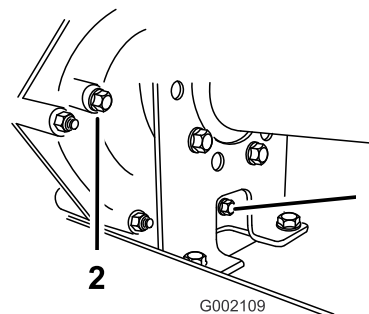
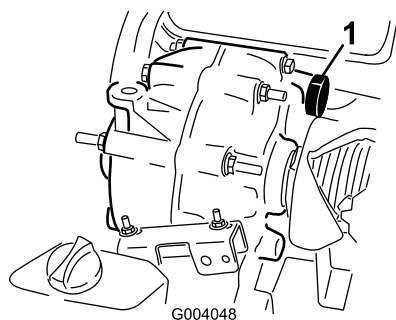

Figura 57
Figura 58
2. Limpie la zona alrededor de los tapones de vaciado y llenado con un trapo (Figura 57).
4. Retire el indicador girándolo en sentido antihorario (Figura 57).
5. Retire el indicador girándolo en sentido antihorario (Figura 57).
6. Instale y apriete el tapón de vaciado y la junta en el orificio de llenado de la transmisión (Figura 57).
7. Llene el depósito (Figura 58) a través del orificio de llenado con aproximadamente 1,4 litros de fluido del tipo especificado, hasta que el nivel de fluido de la transmisión esté enrasado con el borde inferior de la rosca. (Figura 57).
8. Instale y apriete el tapón y la junta en el orificio de llenado de la transmisión (Figura 57).
10. Compruebe el nivel de fluido y añada más si el nivel de fluido está por debajo de las roscas del orificio de llenado (Figura 57).